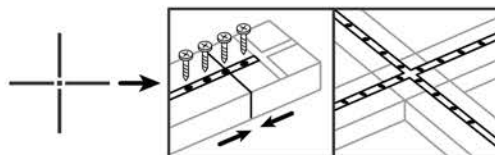

Рис. 8. Соединение светильников с помощью квадратных модулей
■ Соединение светильников под углом 90° (рис. 8) с использованием квадратных модулей: